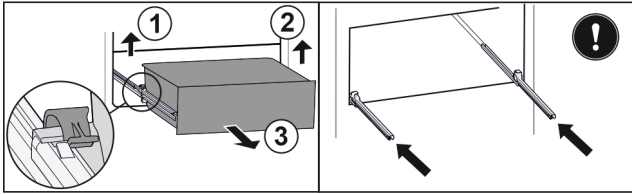

Fig. 111
- Sol mandalı kaldırın ve aynı zamanda sol çekmeceyi öne çekin. Fig. 111 (1)
- Sağ mandalı kaldırın ve aynı zamanda sağ çekmeceyi öne çekin. Fig. 111 (2)
- Çekmeceyi öne doğru çıkartın. Fig. 111 (3)